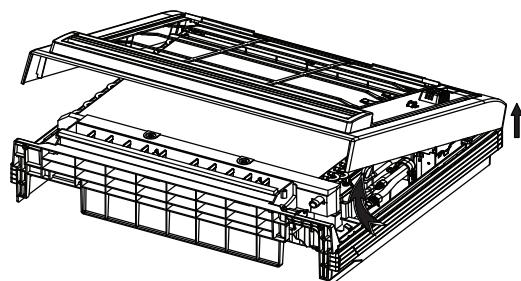

Fig.50-8
- Deschideti partea inferioara a panoului la un unghi de 30 de grade, dupa aceea putand scoate panoul. (Vedi FIG. 50-8)